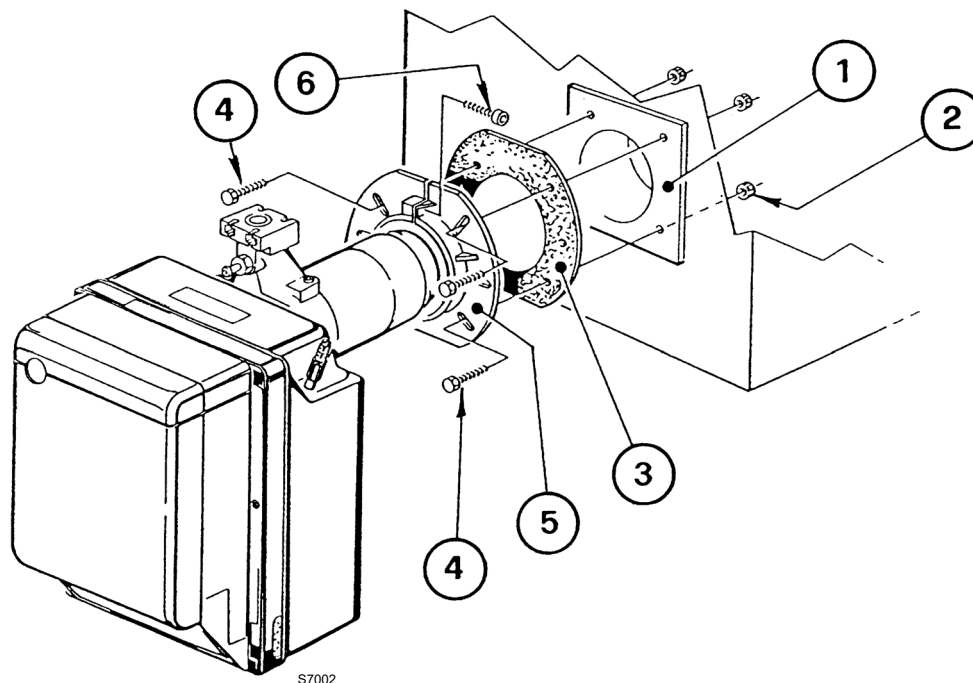

Рис. 11
- Закрепите фланец 5) на дверце котла 1)(Рис. 11), вставив изоляционный экран 3) с помощью винтов 4) и (по необходимости) гаек 2), при этом не затягивая до упора один из двух верхних винтов 4).
- Разместите головку горения горелки во фланец (5), затяните фланец винтами (6), а затем затяните оставшийся ослабленный винт (4).